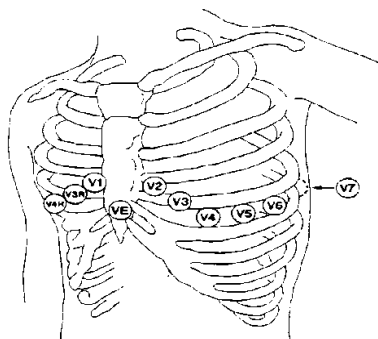

Fig. 10-3 Position de montage des électrodes thoraciques à cinq dérivations
Électrodes marron / blanc (la poitrine) - placés sur la paroi thoracique comme montré à la Fig. 10-3
Pour la configuration de l'électrode à cinq dérivations, régler l'électrode conductrice de la poitrine (V) à l'un des emplacements suivants (Fig. 10-3) :